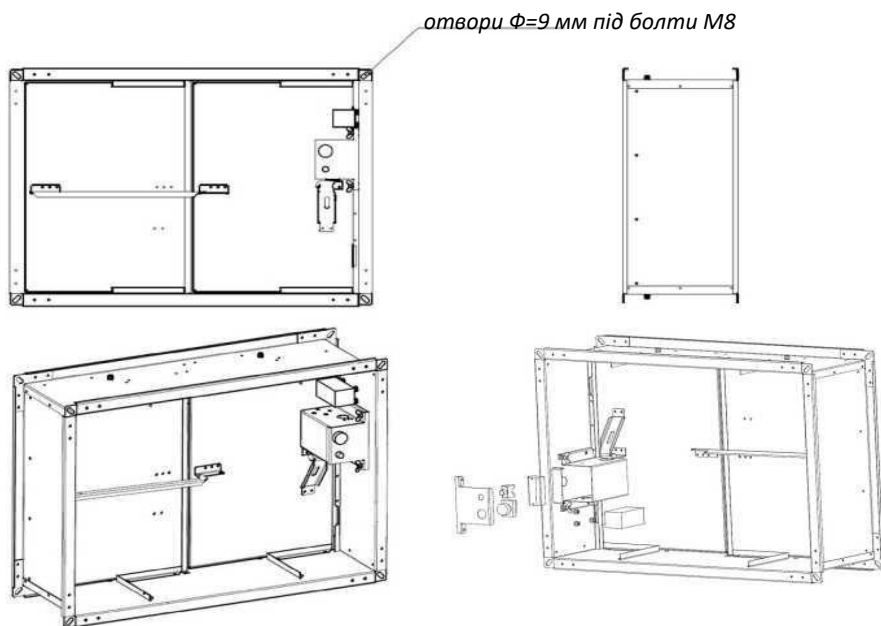

Рис. 1. Конструкція клапана SED з однією лопаткою
3.1 Конструкція клапана серії SED (Рисунок 1).
Конструкція клапана складається з корпусу і заслінки, виготовлених з оцинкованої сталі. Клапан має одну заслінку (Рисунок 1). Приєднувальні фланці виконані з профілю типу "шинорейка". Ущільнення між корпусом і заслінкою виготовлено зі спеціального профілю. Висота фланця дорівнює 30 мм.